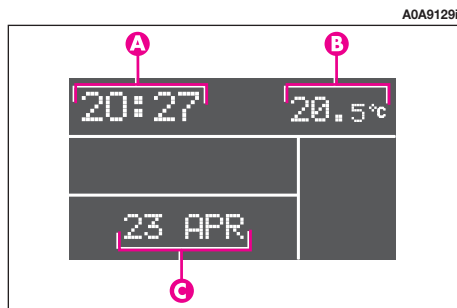

fig. 82
- Orologio (A-fig. 82);
- Temperatura esterna (B);
- Data (C).